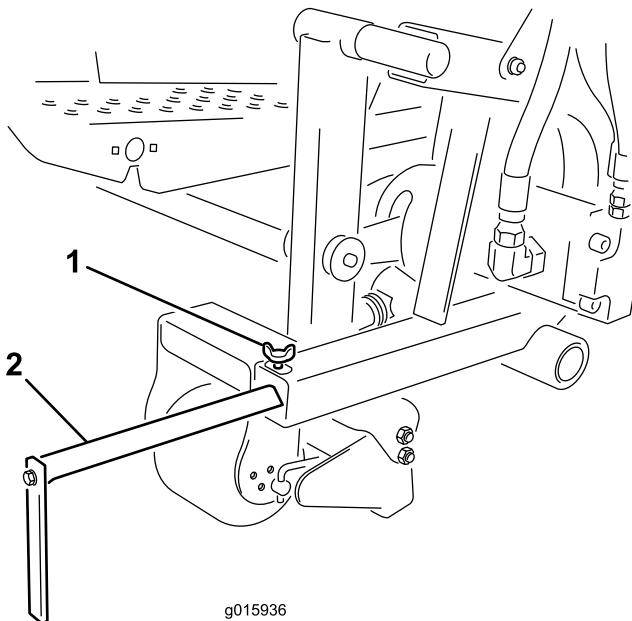

図 11
図 11。
1. 調整ねじをゆるめ、整列ガイドを前後に移動させて希望する位置に調整する図 11。